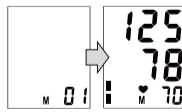

Рис. 16
3. Просмотреть содержимое памяти прибора Вы можете, нажав кнопку M. При первом нажатии кнопки M на экране появится среднее значение трех последних показаний, хранящихся в памяти прибора с индексом «МА». При повторном нажатии кнопки M на экране одновременно отобразится индекс «1» (номер ячейки памяти), после чего появится результат последнего измерения (рис. 16). При каждом последующем нажатии на кнопку M, индекс номера ячейки памяти будет увеличиваться на единицу с последующим отображением на дисплее содержимого указанной ячейки памяти.